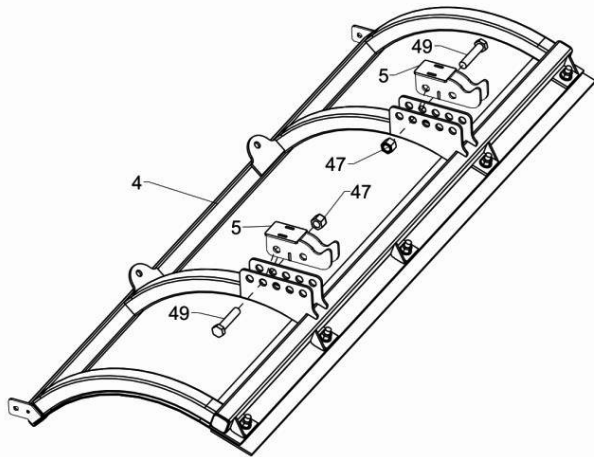

Abbildung 2. Montage der verstellbaren Schildhalterung G10749
1. Richten Sie die beiden Befestigungsbügel (5) an der Schildbaugruppe (4) aus. Montieren Sie sie in der mittigsten Position, wie in Abbildung 2 dargestellt (diese Position muss möglicherweise je nach Fahrzeughöhe angepasst werden).
2. Bringen Sie sie lose mit zwei 5/8"-11 x 3"-Innensechskantschrauben (49) und zwei selbstsichernden 5/8"-11-Muttern (47) an.